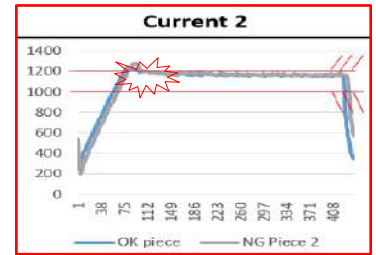

Fig. 30
2.2. Verificando los resultados, la variación se encuentra en la corriente secundaria, que se encuentra fuera de especificación (Fig.30).